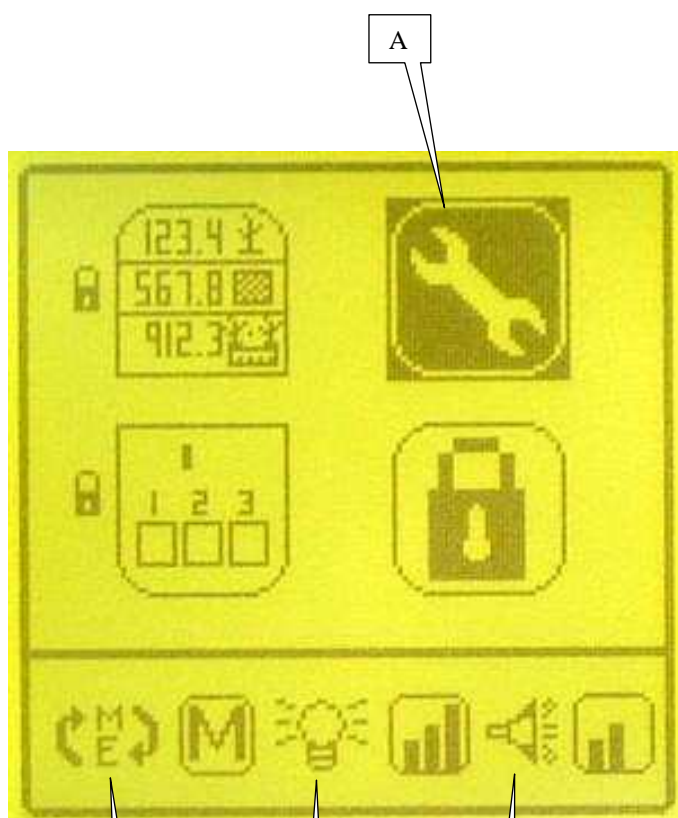

Fig. 1
Con il tasto   e   , selezionare in A (Fig. 1)
a) sous-programme paramétrage console (Fig. 1)
l'écran et valider. L'affichage (Fig. 1) apparaît.
a) Console setting sub-programme (Fig. 1)
In programming mode, highlight the screen and confirm. The display (Fig. 1) will appear.